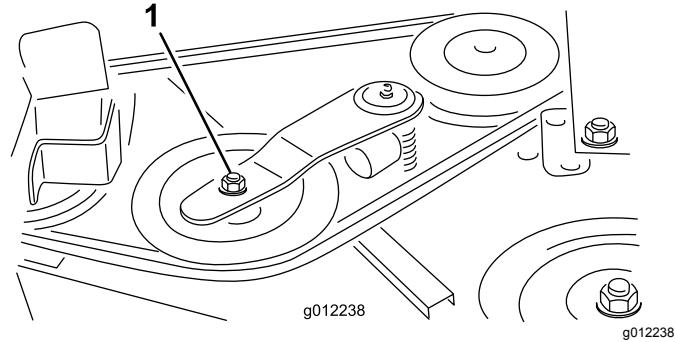
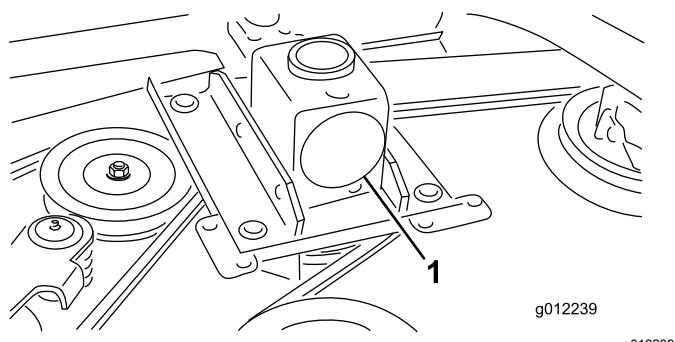

Figura 30
Figura 31
2. Utilizando uma chave de aperto ou ferramenta semelhante, afaste a polia intermédia (Figura 30) da correia da transmissão para libertar a tensão da correia e permitir que esta saia das polias da caixa de velocidades (Figura 31).